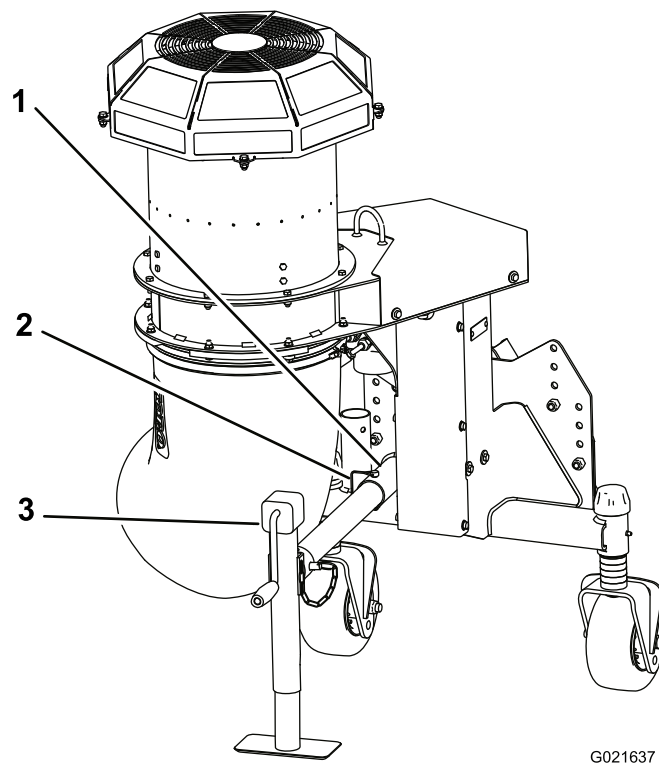

図 8
8. ジャッキスタンドのチューブをフレームのチューブを差し込み、取り付け穴をそろえ、スナップピンで固定する（図 8）。